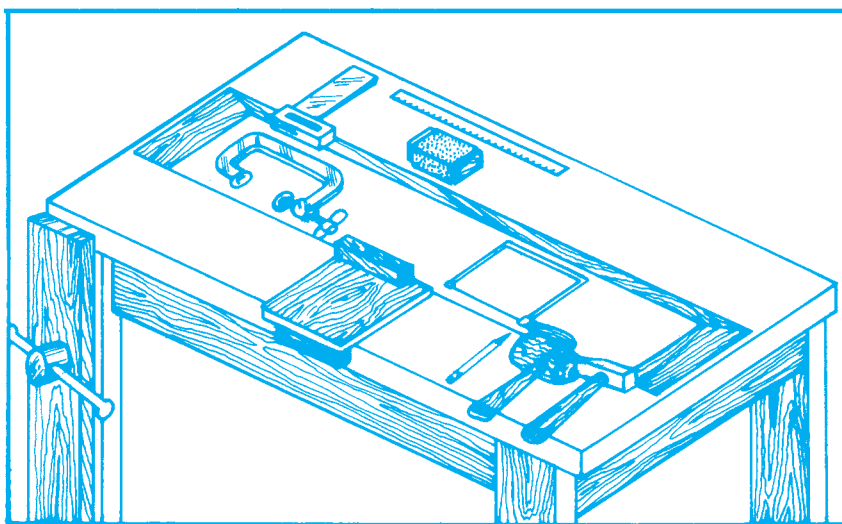

Figura 1 Puesto de trabajo organizado
1. Organiza el puesto de trabajo, es decir, sitúa los medios de trabajo junto con los otros medios de forma organizada y los colocas a la derecha o a tu izquierda, en dependencia de que las utilices con una u otra mano. Aquellos medios que se manipulan con las dos manos, los sitúas frente a ti. Cuando en un mismo puesto trabajes con otros compañeros entonces, pondrás los medios de trabajo en el centro. En la figura 1, se muestra un puesto de trabajo organizado.